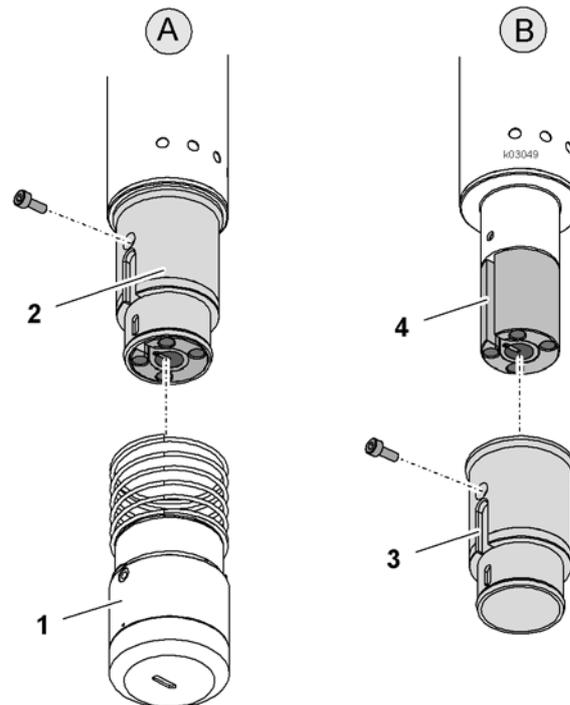

Fig. 14 Lubrifier le guide du porte-lame
- ⇒ Retire le patin de guidage à ressort ("Fig. 14, Lubrifier le guide du porte-lame", pos 1)
- ⇒ Nettoyer le guide du porte-lame ("Fig. 14, Lubrifier le guide du porte-lame", pos. 4) avec un chiffon propre et graisser